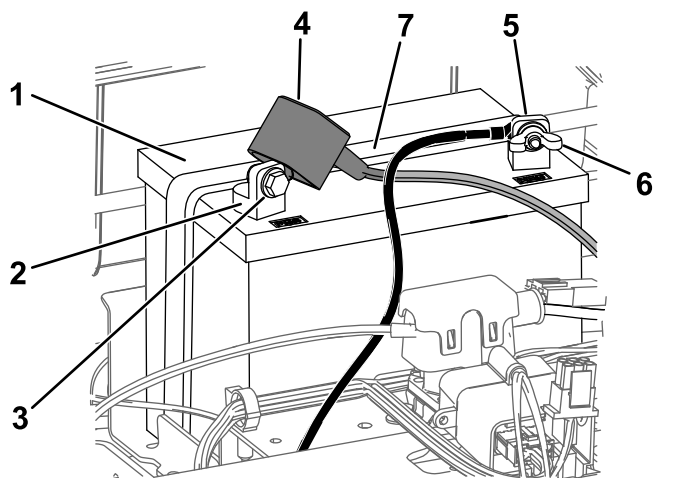

Bild 50
4. Klemmen Sie das Minuskabel (schwarz) vom Batteriepol ab (Bild 50).
6. Klemmen Sie das Pluskabel (Rot) vom Batteriepol ab (Bild 50).
7. Nehmen Sie die Batterieklemme ab (Bild 50) und heben Sie die Batterie aus dem Batteriefach heraus.
1. Setzen Sie die Batterie in das Fach (Bild 50).
5. Befestigen Sie die Batterie mit der Befestigung (Bild 50).